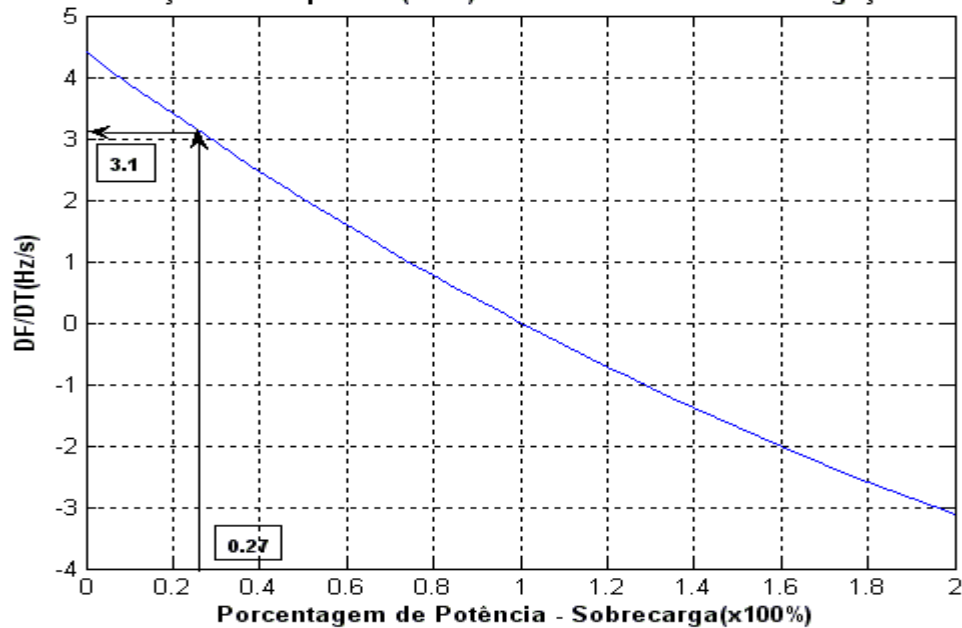

Figura 1 – Frequência na conexão em 13.8 kV – 2011.
Com os dados acima simula-se em software proprietário as condições operativas acima obtendo-se o gráfico da figura 1 e 2 a seguir. Nesse caso vamos ajustar somente a unidade sobretensão 59 para detectar essa condição operativa e função 81 de frequência por taxa de variação($\phi f/\phi t$), devendo esses ajustes serem feitos na proteção do cubículo de entrada da Barra B em 13.8 KV(Relé F650 de fabricação GE). Os respectivos ajustes estão apresentados nas tabelas do item 8.6.